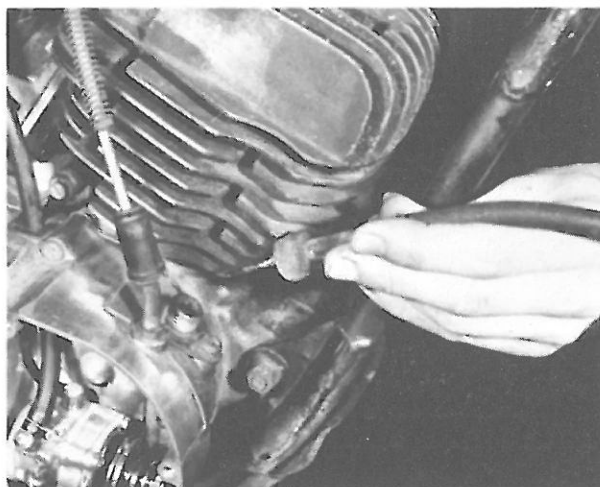

Bild 10
- Antriebswelle des Drehzahlmessers am Motorblock nach Lösen der Rändelmutter einfach herausziehen (nur 125 und 175 cm3-Maschinen, Bild 10).